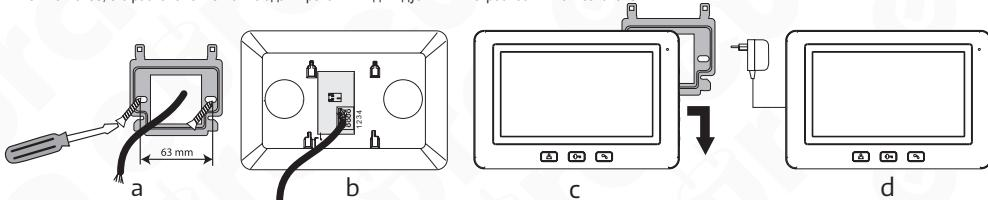

Рис. 3
- К соединительным клеммам на задней панели монитора (Рис. 3б) следует подключить отдельные жилы кабеля в соответствии со схемой (Рис. 6).
- На задней стороне корпуса монитора имеются 4 отверстия (Рис. 1) для подвешивания этого модуля на монтажной раме. Нужно аккуратно повесить монитор на раму, в направлении, указанном стрелкой на (Рис. 3с), так, чтобы все 4 держатели рамы оказались в отверстиях корпуса.